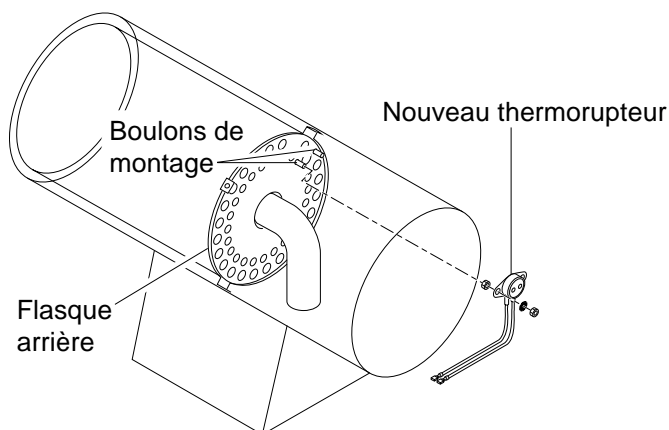

Figure 22 - Installation du nouveau thermorupteur sur les boulons de montage
8. Monter le nouveau thermorupteur sur les deux boulons de flasque arrière (voir la figure 22).